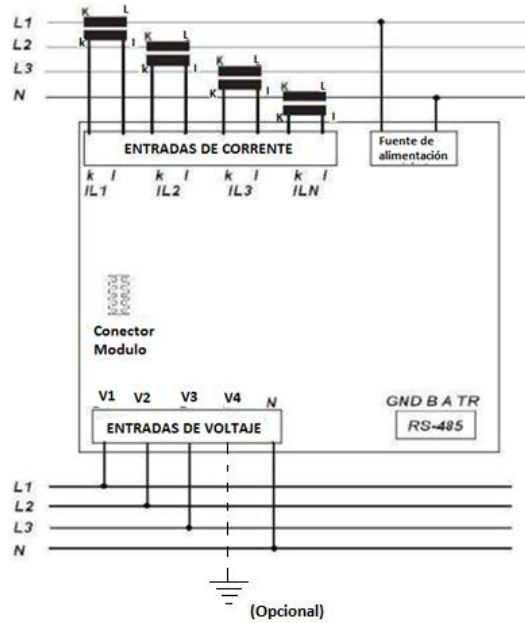

Figura 2. Conexión trifásica de cuatro hilos 3P4W. El transformador de corriente de neutro conectado a K4 y L4 es opcional.
- Para el diagrama de la figura 2, se realizan cuatro conexiones de tensión y cuatro de corriente, incluida la línea a neutro.